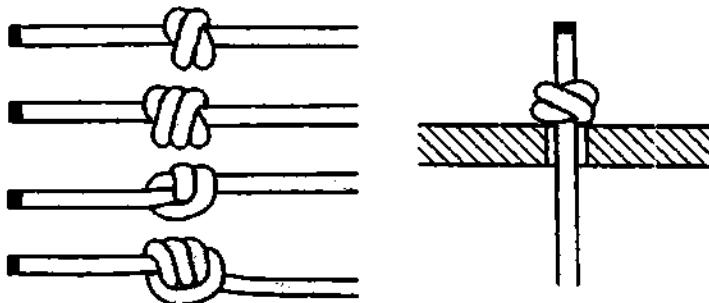

Рис. 73. Кровавые узлы.
**Кровавый узел** – это **простой узел** с дополнительными шлагами. Таких шлагов может быть от двух и более, в среднем до 9. Если число шлагов два, то **кровавый узел** называется **двойным простым узлом**, если три – **тройным простым узлом** и т. д. (рис. 73). **Кровавый узел** очень сильно затягивается и трудно развязывается, особенно на мокрых верёвках, поэтому его обычно не развязывают.